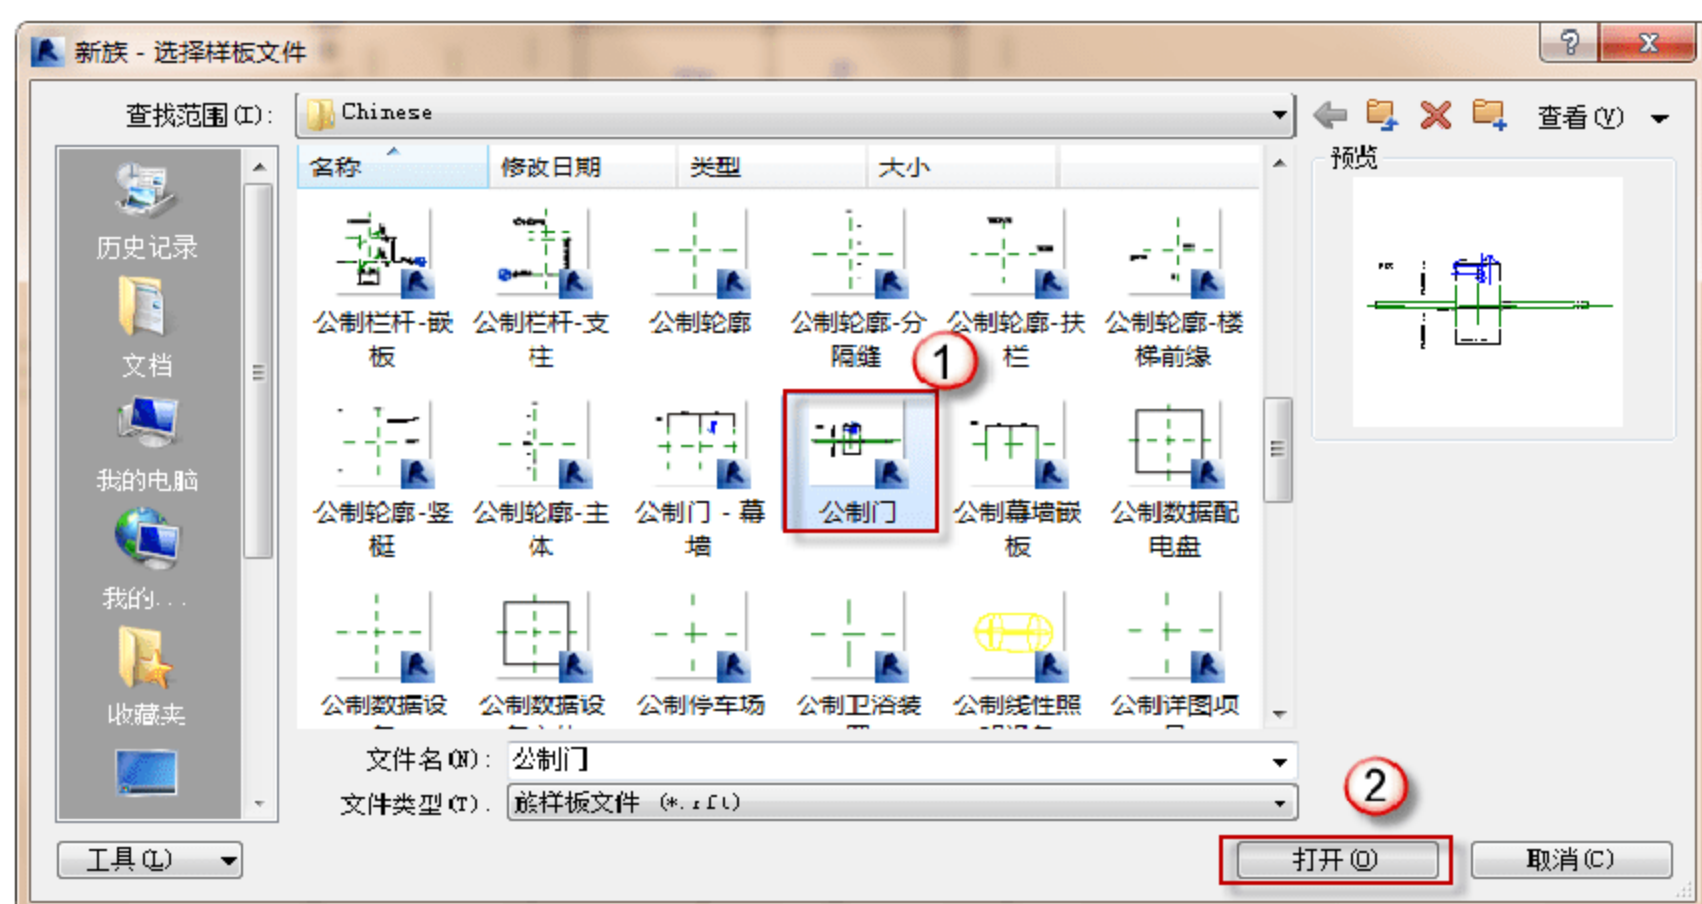

图 8.4.1 “新族-选择样板文件”对话框
(1) 打开族。以 Revit 系统自带族为基础创建 1 号电梯族。选择“应用程序菜单”→“新建”→“族”命令，在弹出的“新族-选择样板文件”对话框中选择“公制门.rft”文件，单击“打开”按钮，进入“公制门”族，如图 8.4.1 所示。